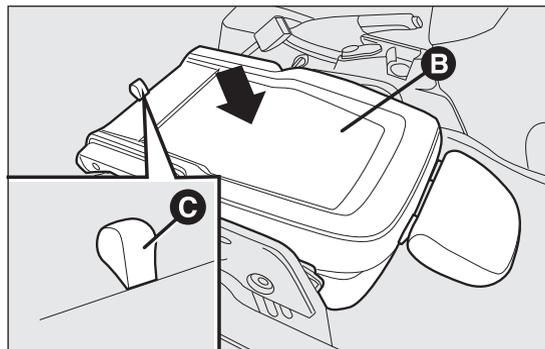

fig. 24
- agire successivamente sullo schienale B fig. 24 premendolo verso il basso: il sedile risulta così completamente ripiegato su sè stesso nella posizione "a tavolino";
- tirare la linguetta C fig. 24 e spingere ulteriormente lo schienale verso il basso: il sedile è in questo modo completamente ripiegato.
- impugnare la linguetta C fig. 24 e sollevare lo schienale verso l'alto;